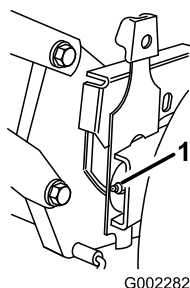

Figure 19
2. Essuyez les graisseurs à l'aide d'un chiffon propre (Figure 19).
3. Raccordez un pistolet à graisse à chaque graisseur et injectez deux ou trois jets de graisse universelle au lithium N° 2 (Figure 19).